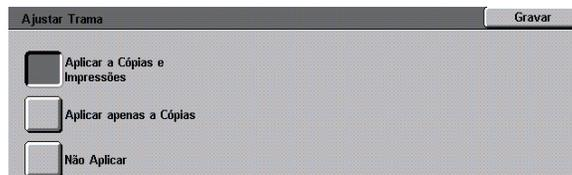

Figura 51: Ecrã Ajustar Trama
- Para Ajustar Trama, selecione a caixa que indica a aplicação adequada para a regulação, tal como ilustrado na Figura 51.